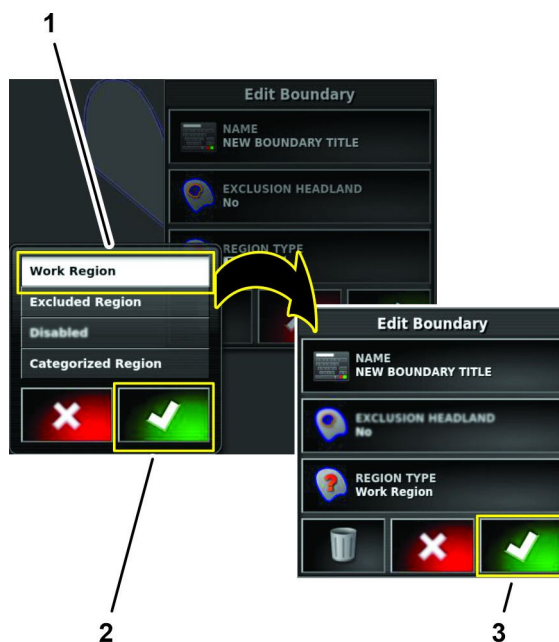

Рисунок 60
2. В диалоговом окне «Тип участка» нажмите на значок «РАБОЧИЙ УЧАСТОК», а затем нажмите на значок подтверждения (Рисунок 60).
3. В диалоговом окне «Редактирование границы» нажмите на значок подтверждения (Рисунок 60).